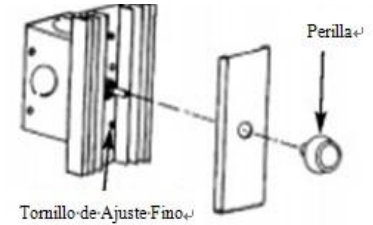

Figura 4 - Ajuste de baja velocidad
1. Gire el control de pared a "ON" con el mando. Ajuste la velocidad del ventilador a "High" y permita que el ventilador funcione durante 30 minutos para normalizar la temperatura del motor (Figura 4).
2. Se recomienda que los ventiladores giren a un mínimo de 60 RPM a velocidad baja para evitar que se cale el motor. Para ajustar las RPM del ventilador, localice el tornillo de ajuste en el panel frontal del control (Figura 4). Con un destornillador de cabeza plana, gire lentamente el tornillo de ajuste en sentido contrario a las agujas del reloj para disminuir las RPM y hacia la izquierda para aumentar las RPM. Gire el tornillo de ajuste en incrementos pequeños y permita al ventilador acelerar o reducir la velocidad antes de realizar el siguiente ajuste.
2. Ajuste la configuración a través de la abertura de acceso en la parte delantera del control (Ver Figura 4) usando un pequeño destornillador de punta plana con aislamiento. Con los ventiladores que se ejecuta en velocidad baja, ajuste el tornillo ligeramente hacia la izquierda para reducir aún más la velocidad.